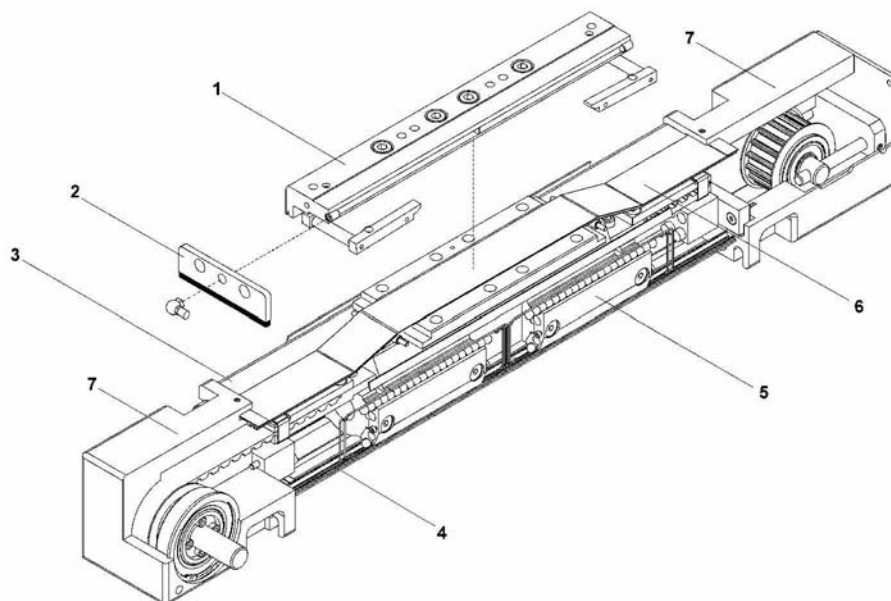

Fig. 2 :
Figure 2 : quatre glissières à circulation de billes (5) pour la taille WM80 *POWERLine ZRT*® et deux glissières à circulation de billes recouvertes (5) pour les tailles WM60-370 et WM80-370 transmettent les couples du chariot (1) au profilé tubulaire (3). Les billes circulent dans des gorges de guidage trempées (4). La lubrification est assurée par un nipple central et des conduits de graissage (voir chapitre 8.1 « Lubrification »).